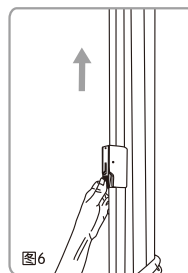

图6
3. 按下升降锁扣按钮，可调节升降杆在气压助力弹簧的作用下自动往上升，使锌铝合金挂钩脱离银幕外壳上端的孔。(如图6)